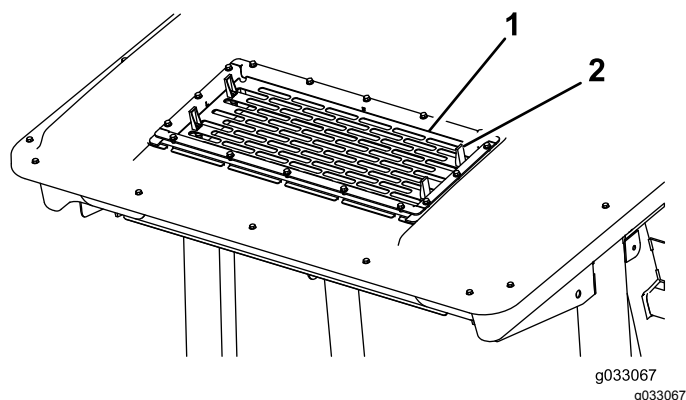

Figura 56
2. Eleve as quatro patilhas do filtro do ar condicionado (Figura 56) e retire a parte superior da cabine.